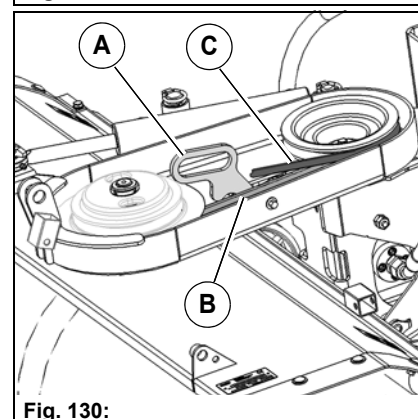

Fig. 130:
La transmission par courroie à deux étages permet d'adapter la vitesse de rotation de la brosse de la balayeuse frontale aux conditions ambiantes. Un mouvement de la poignée **Fig. 130-A** permet de détendre la courroie trapézoïdale suffisamment pour la placer à un autre étage. Le commutateur pour la vitesse fixe du moteur permet également d'adapter la vitesse de rotation, voir page 143.
- Régime été : Étage **Fig. 130-B** (vitesse faible)
- Régime hiver : Étage **Fig. 130-C** (vitesse supérieure)